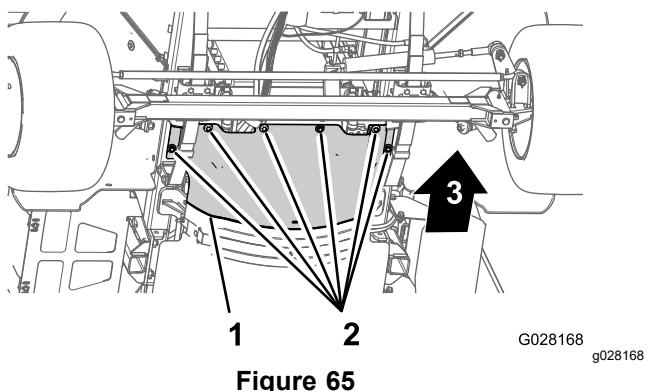

Figure 65
3. Retirez les 6 boulons à tête hexagonale et les 6 rondelles qui fixent l'écran pare-chaleur avant au châssis et déposez l'écran (Figure 65).